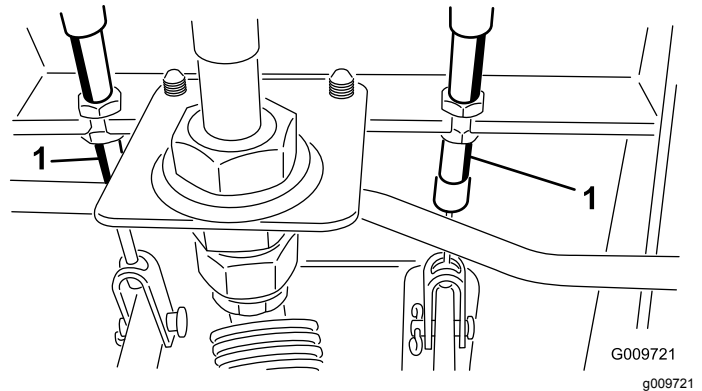

Figura 53
- A. Allentate il dado anteriore sull'estremità filettata del cavo del freno (Figura 53).